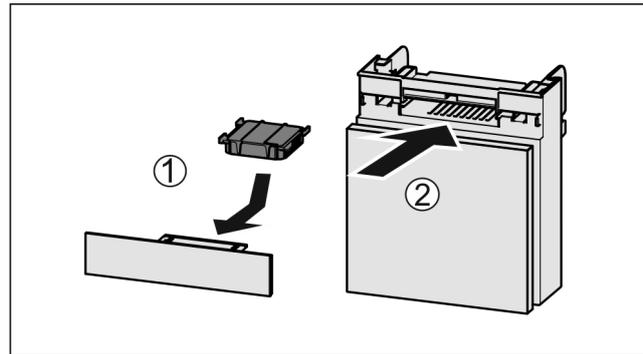

Fig. 97
- ▶ Aktivkohlefilter nach Abbildung einsetzen Fig. 97 (1).
- ▶ Fach einschieben Fig. 97 (2).